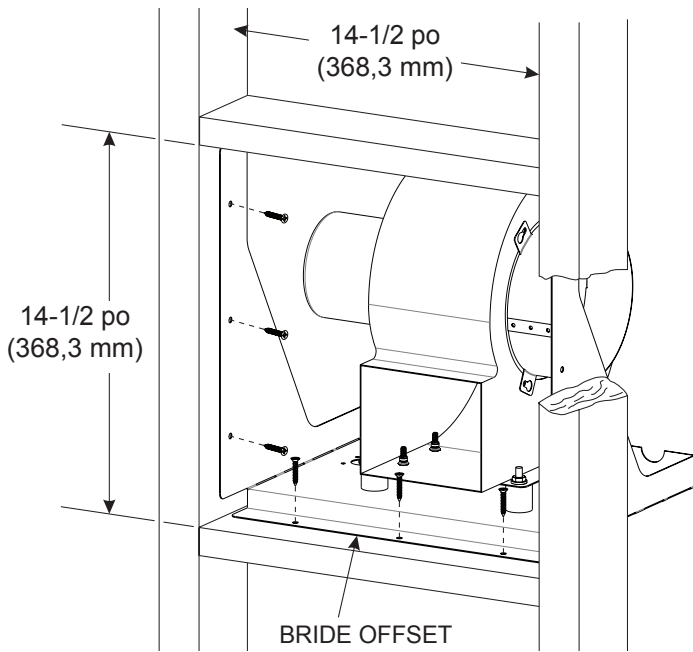

Figure 6
- Placer le rebord en retrait de la base contre le bord arrière de l'ouverture. De plus, aligner le bord arrière des supports latéraux avec le bord arrière de l'ouverture. Fixer l'ensemble soufflante et base à l'aide des 9 vis de 1 po de long pour cloison sèche fournies comme illustré dans la **Figure 6**.